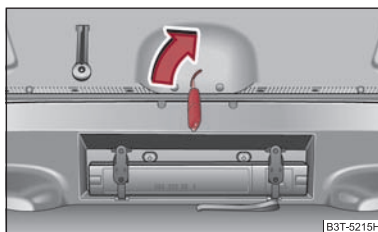

Fig. 36 Descuierea de urgență a capotei portbagajului
- Introduceți cheia în fanta din capitonaj, până la limită ⇒ fig. 36.